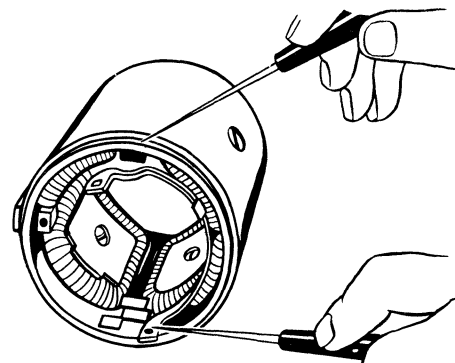

Рис. 212. Проверка катушек возбуждения стартера на короткое замыкание с корпусом
**Корпус.** С помощью прибора Э-236 или контрольной лампы проверить отсутствие короткого замыкания катушек возбуждения на корпус. Для этого необходимо контрольную лампу, включенную в цепь переменного тока 220 В, подсоединить к корпусу и выводу, расположенному на корпусе (рис. 212). Если лампа при этом будет гореть, то значит повреждена изоляция катушек возбуждения.